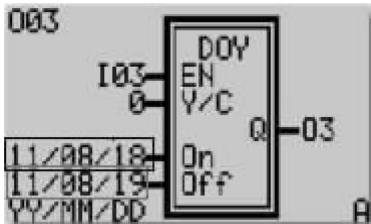

图 1-12 对 DOY 功能块 On 和 Off 参数的设置
- 8) 按向右键，选择 On 参数的数字输入，如图 1-12 所示，把 On 的日期设定为 11/08/18 (YY/MM/DD)，完成参数 On 的设置。
- 9) 按向右键，选择 Off 参数的数字输入，用同样方法把它的值设定为 11/08/19 (YY/MM/DD)。对 DOY 功能块 On 和 Off 参数的设置如图 1-12 所示。